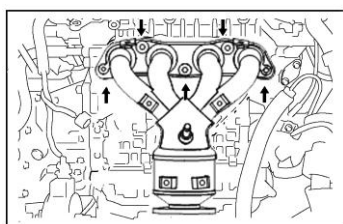

Рисунок II-71
1. Установить уплотнение и выпускной коллектор, затянув 5 болтов (см. Рисунок II-71). Перед установкой осмотрите теплоизоляционное уплотнение на наличие повреждений и целостность. При необходимости замените уплотнение и затяните гайки на заданный момент.